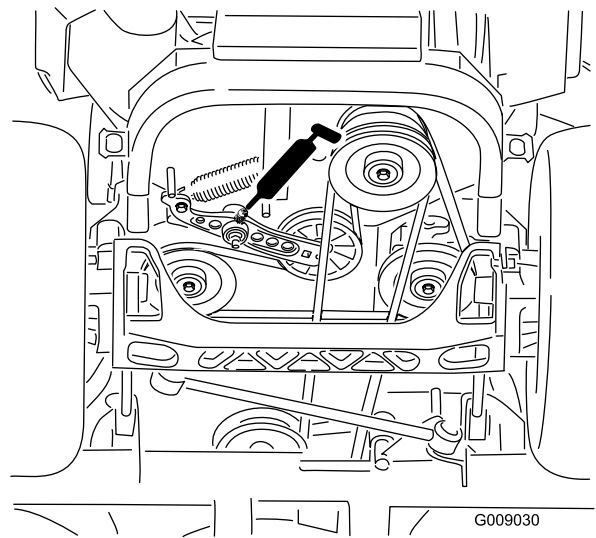

Figure 43
5. Graissez le bras de la poulie de tension de la courroie d'entraînement (Figure 43).